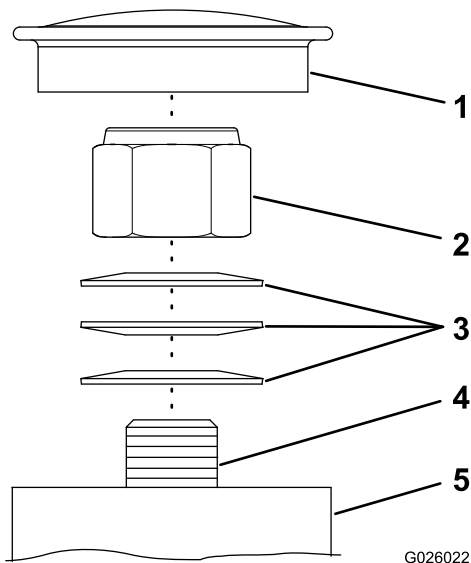

Figure 53
Remarque: Si vous démontez les roulements d'axe des roues pivotantes, veillez à monter les rondelles élastiques comme montré à la Figure 53.
1. Déposez le couvre-moyeu du moyeu de la roue pivotante (Figure 53).
2. Serrez le contre-écrou dans le sens horaire jusqu'à ce que les rondelles élastiques soient aplaties (Figure 53).
3. Tournez alors le contre-écrou de un quart de tour dans le sens antihoraire (Figure 53).
4. Reposez le couver-moyeu (Figure 53).